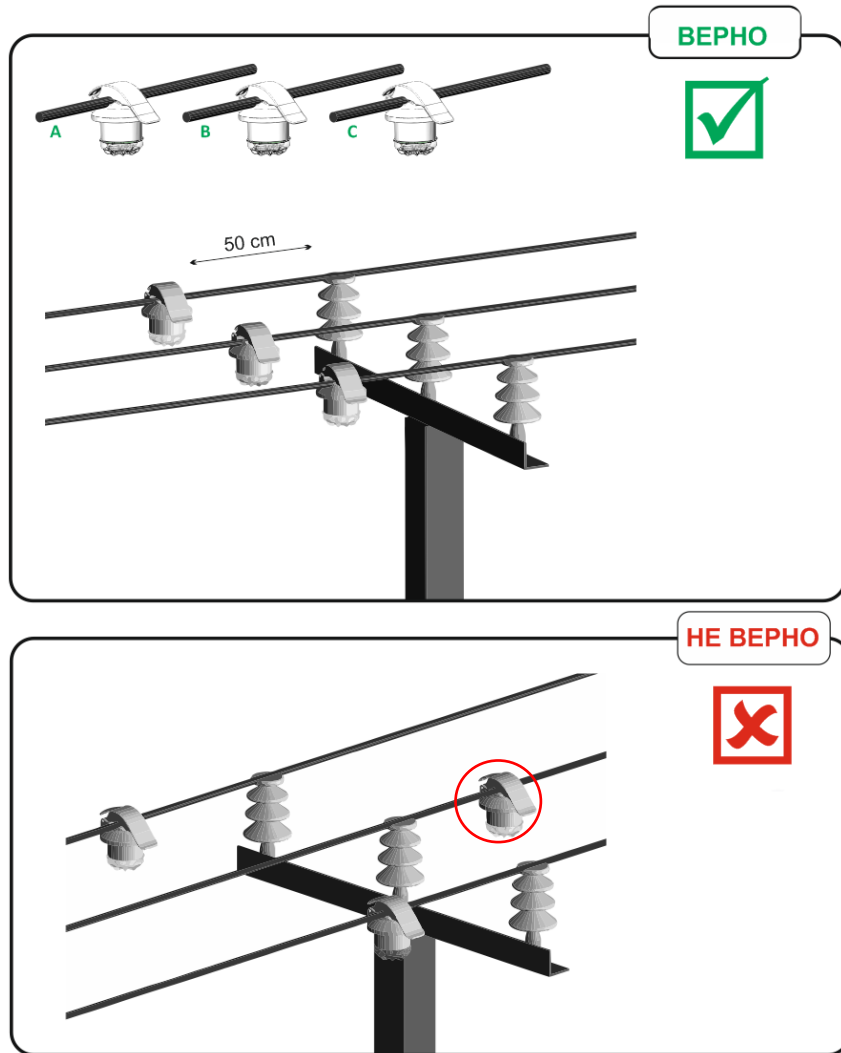
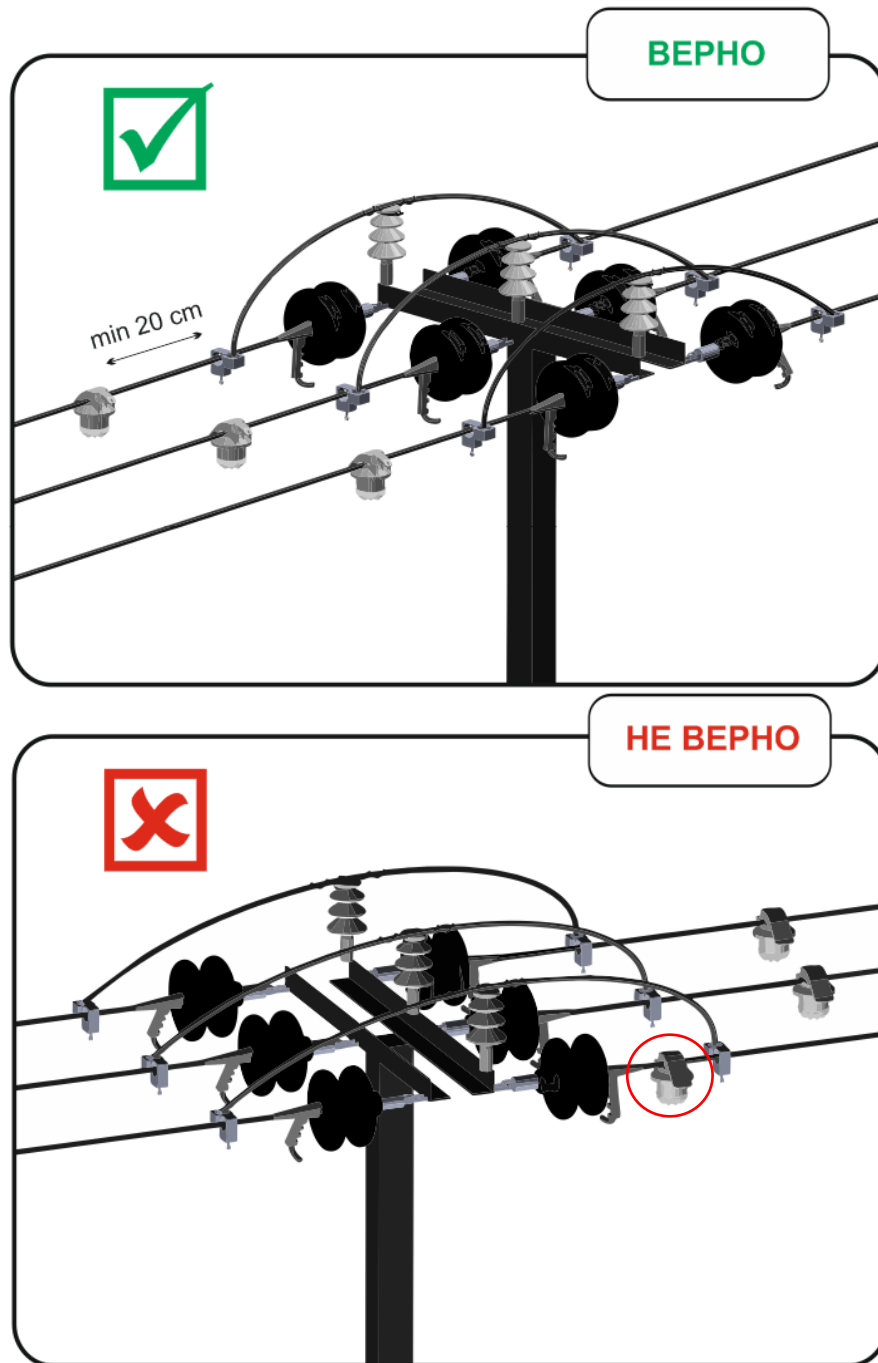

Рисунок 11 – Пример установки комплекта индикаторов ИКЗ-В31Л
Рисунок 14 – Пример установки комплекта индикаторов ИКЗ-В31Л
2.4.1 Индикаторы устанавливаются непосредственно на провод на расстоянии 0,5-10 м от изоляторов. Примеры установки устройств комплекта индикаторов ИКЗ-В31Л на линию приведены на рисунках (см. Рисунок 11 - Рисунок 14).